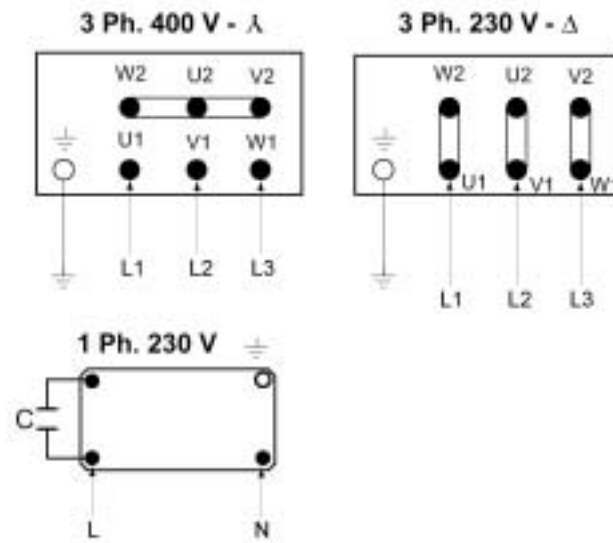
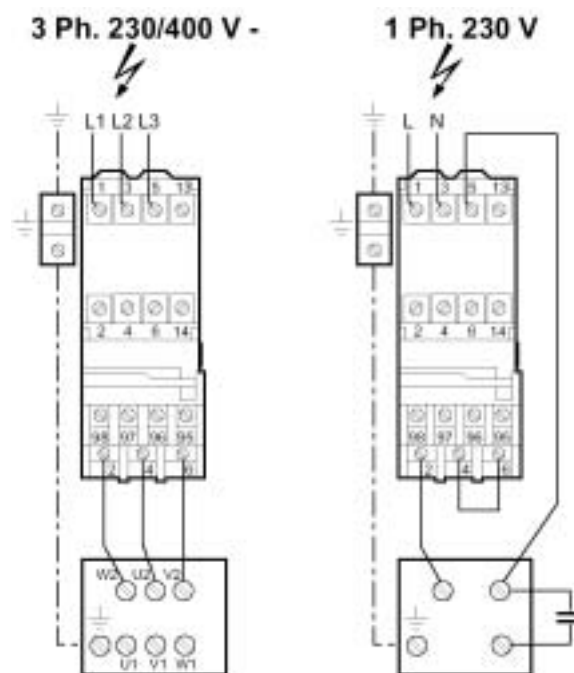

Bild 3
Bild 4
- Motorn skall förses med ett motorskydd (se bild 4).
Nätanslutning se Bild 3 (motorns kopplingsbox) samt Bild 4 (motorskyddsomkopplare)